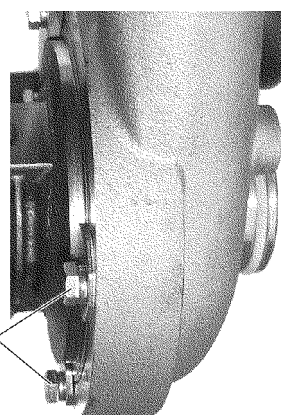

Рис. 4.176. Корпус компрессора:
15. Ослабить затяжку двух болтов 1 (рис. 4.176) крепления корпуса компрессора.